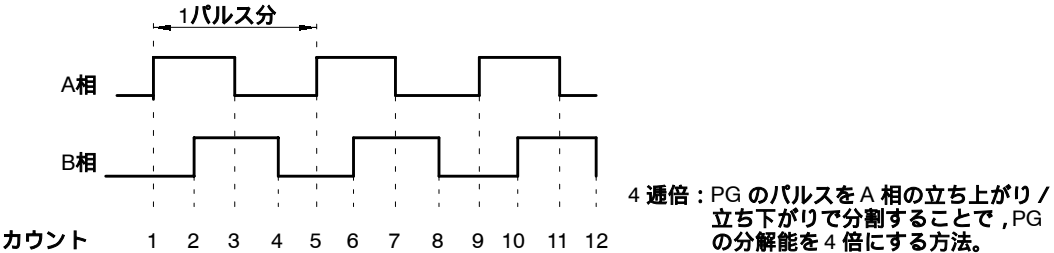

図7.9 4 通倍したパルス数
- 運転指令は入力 (ON) したままにしてください。OFF すると出力が遮断され、ロック力なくなります。
- ゼロサーボ完了幅には、ゼロサーボ開始位置からの許容位置ずれ量を、使用している PG (パルスゼネレータ、エンコーダ) の 4 通倍したパルス数で設定してください。図7.9 を参照してください。